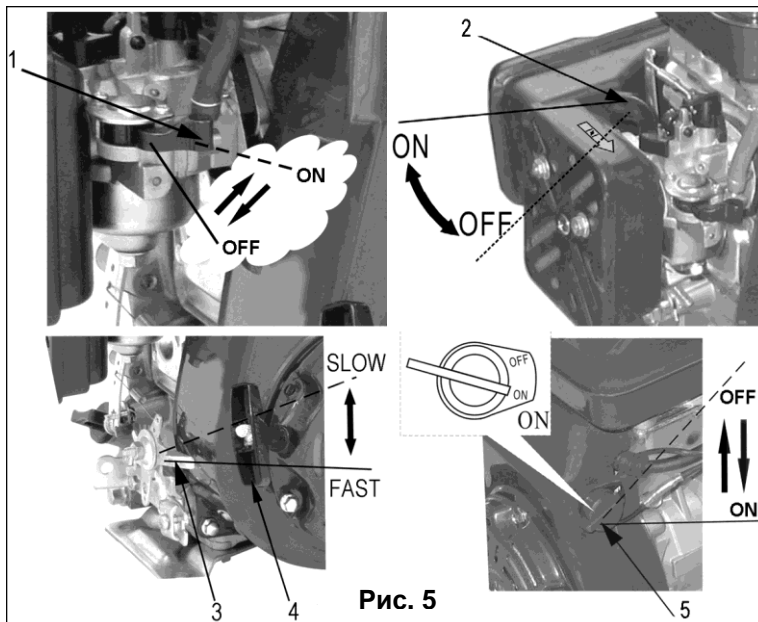

Рис. 5
3. Откройте топливный кран (1)(См. Рис. 5), переведите рычаг в положение «ВКЛ» (ON).
4. Рычаг воздушной заслонки (2)(См. Рис. 5) поверните в положение «ВЫКЛ» (OFF).
5. Опустите медленно рычаг газа (3)(См. Рис. 5) вниз в положение «FAST». Прибавьте оборотов двигателя.
6. Установите выключатель зажигания (5)(См. Рис.5) в положение «ВКЛ» (ON).
7. Возьмите в руки пусковую рукоятку (4)(См. Рис. 5). Крепко удерживая ее в руках, плавно потяните шнур стартера, пока барабан стартера не войдет в зацепление с собачками храпового механизма.
- Плавно переместите рычаг дросселя (3)(См. Рис.5) двигателя влево до упора, что соответствует максимальной частоте вращения. При этом произойдет автоматическое включение центробежной муфты и виброплита начнет работу.
1. После завершения работы уменьшите частоту вращения двигателя до холостых оборотов, установив рычаг управления дросселем (3)(См. Рис.5) в зону минимального положения. При этом центробежная муфта автоматически выключится, виброплита прекратит движение.
3. Переведите рукоятку выключателя зажигания (5)(См. Рис.5) в положение «ВЫКЛ» (OFF) .
4. Закройте топливный кран (1)(См. Рис. 5), переведите рычаг в положение «ВЫКЛ» (OFF).